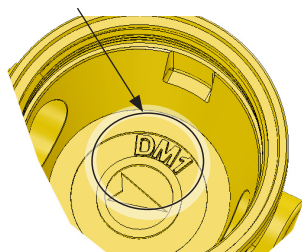

Bild 1 - Kennzeichnung „DM1“
- Überprüfen Sie, ob ein Delta-Dreieck (innen oder außen) auf der Vormontage vorhanden ist (Bild 1).